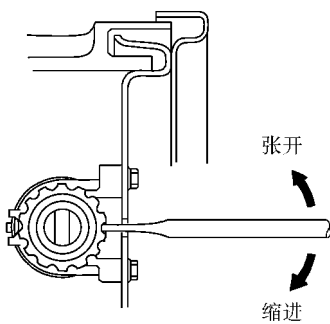
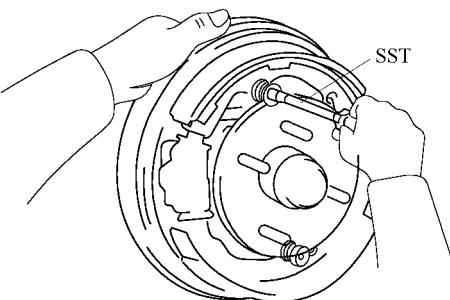

图 15-55 通过孔插入螺钉旋具旋动调整螺母
图 15-56 拆下制动蹄
2) 如果不易拆下制动鼓，可拆下后挡板上的螺塞，并通过孔插入螺钉旋具旋动调整螺母，以减小制动蹄的作用力，如图 15-55 所示。
(3) 拆下回位弹簧。
(4) 拆下制动蹄。使用制动蹄下固定弹簧旋具拆下上侧蹄片压簧，两个弹簧座和 1 个销子，如图 15-56 所示。然后拆下上制动蹄。并以同样方法拆下下制动蹄。
(5) 车轮制动分泵的拆下和分解。